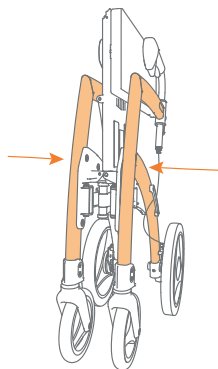

Figure 20: Poussez le cadre davantage vers l'intérieur.
- Poussez les côtés du cadre l'un vers l'autre jusqu'à ce que le rollator soit complètement replié (**Figure 20**).